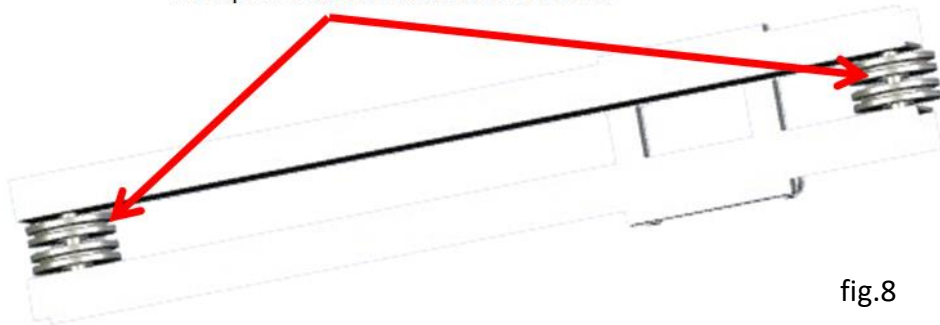
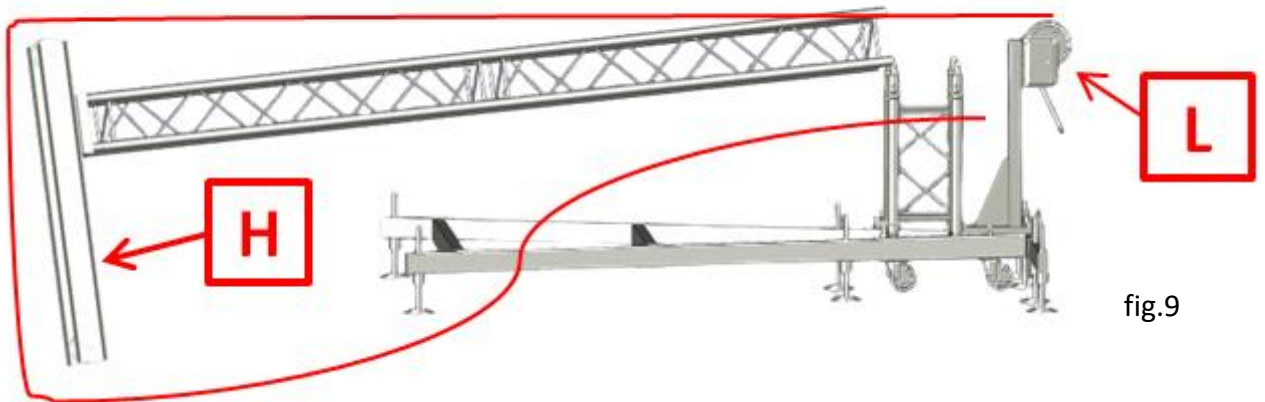

fig.8
fig.9
a) Dérouler manuellement le câble du treuil (Rep.L), faire passer ce câble dans les 2 poulies au dessus de la tête (Rep.H), (fig.8), faire le tour de la tête (Rep.H) et faire revenir le câble jusqu'au treuil (Rep.L), (fig.9).
se reporter à la page n°13 , fig.8.